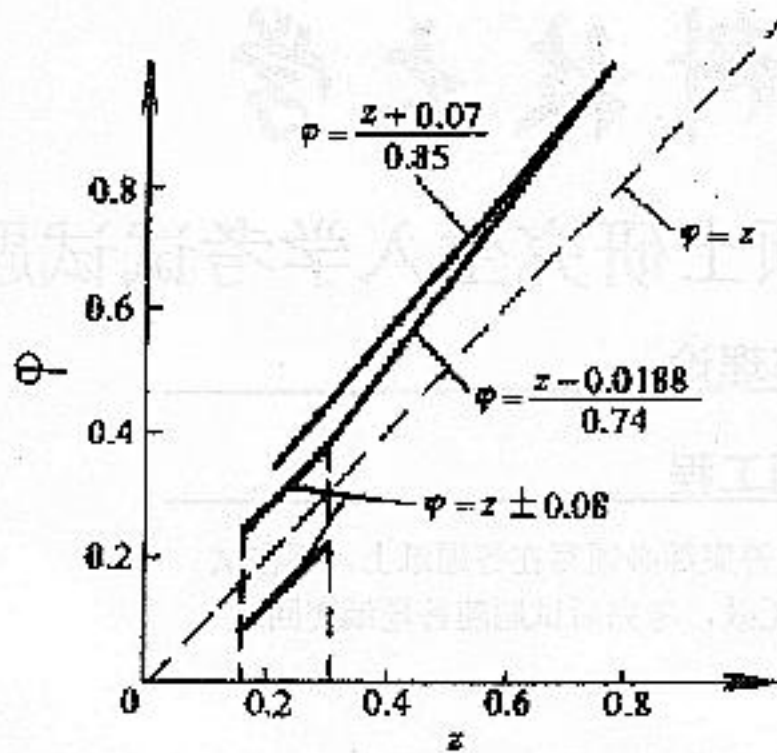

图3 ECE 法规货车的制动力分配
3. 根据 ECE 法规对载重车制动力分配的规定, 车辆在各种装载状态时, 前轴利用附着系数曲线应在后轴利用附着系数曲线之上。对于最大总质量大于  $3.5\text{t}$  的货车, 在制动强度  $z=0.15-0.3$  之间, 每根轴的利用附着系数曲线位于  $\phi = z \pm 0.08$  两条平行于理想的附着系数直线的平行线之间; 而制动强度  $z \geq 0.3$  时, 后轴的利用附着系数满足关系式  $z \geq 0.3 + 0.74(\phi - 0.38)$ , 则认为也满足了法规的要求(图 3)。某载重车参数见表 1, 该车满载时的同步附着系数为  $\phi_0 = 0.786$ 。